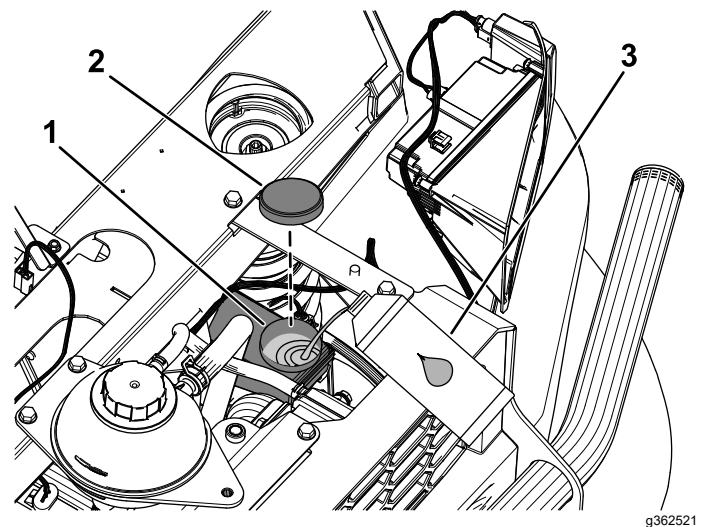

Figura 127
4. Levante el capó para acceder al cilindro del freno principal y al depósito (Figura 127).
- A. limpie la zona alrededor del tapón del depósito y retire el tapón (Figura 127).
- C. Coloque el tapón del depósito (Figura 127).